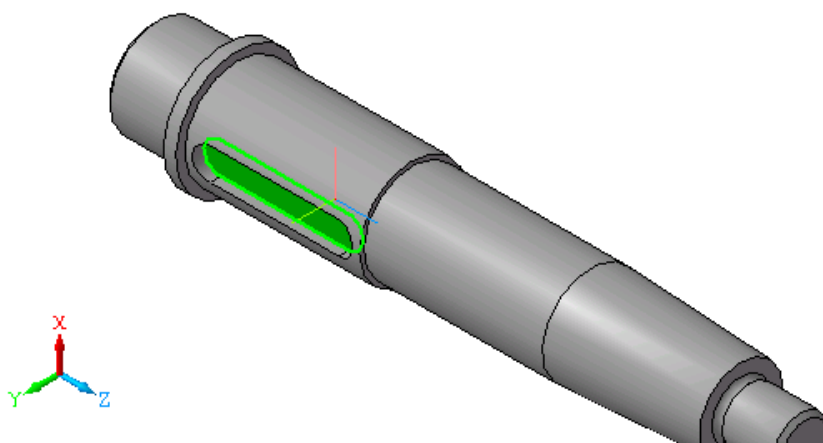

Рис. 1
4. Укажите курсором плоскую грань шпоночного паза (рис.1).